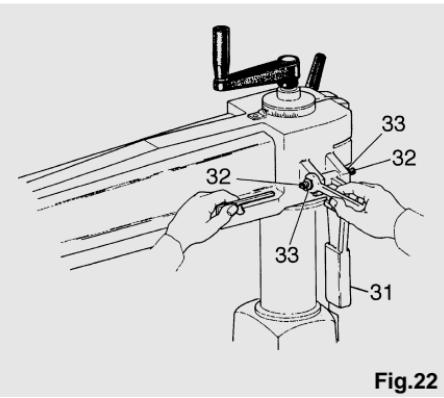
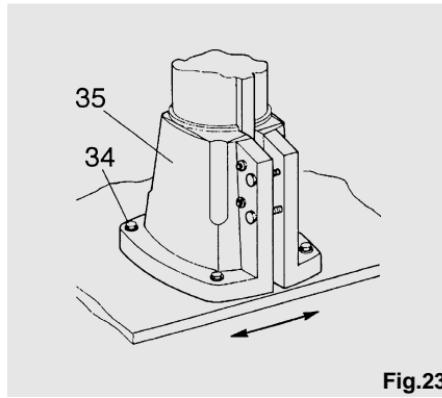

Fig.22
Fig.23
- Blockierhebel des Arms anheben (31) (siehe Abb.22).
- Einstellstifte (32) betätigen, daß der Hebel soweit verstellt wird bis der Fehler behoben ist.
- Hebel wieder ablassen und Kontermuttern (33) festziehen.
Sollte der aufgetretene Fehler nicht über die Einstellschrauben beseitigt werden können, müssen die Schrauben (34) (siehe Abb.23) gelöst werden und die Basis (35) leicht gedreht werden.